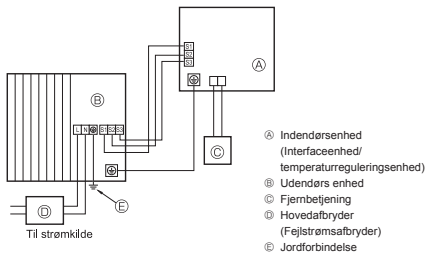
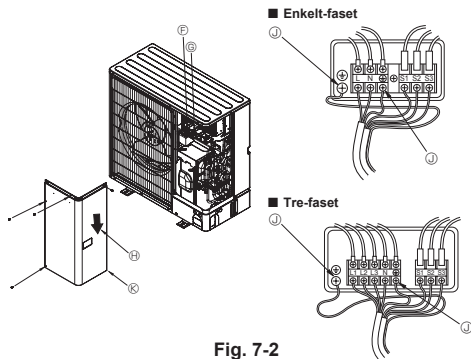

Fig. 7-1
Fig. 7-2
7.1. Udendørs enhed (Fig. 7-1, Fig. 7-2)
- ① Afmonter servicepanelet.
- ② Før kablerne som angivet i Fig. 7-1 og Fig. 7-2